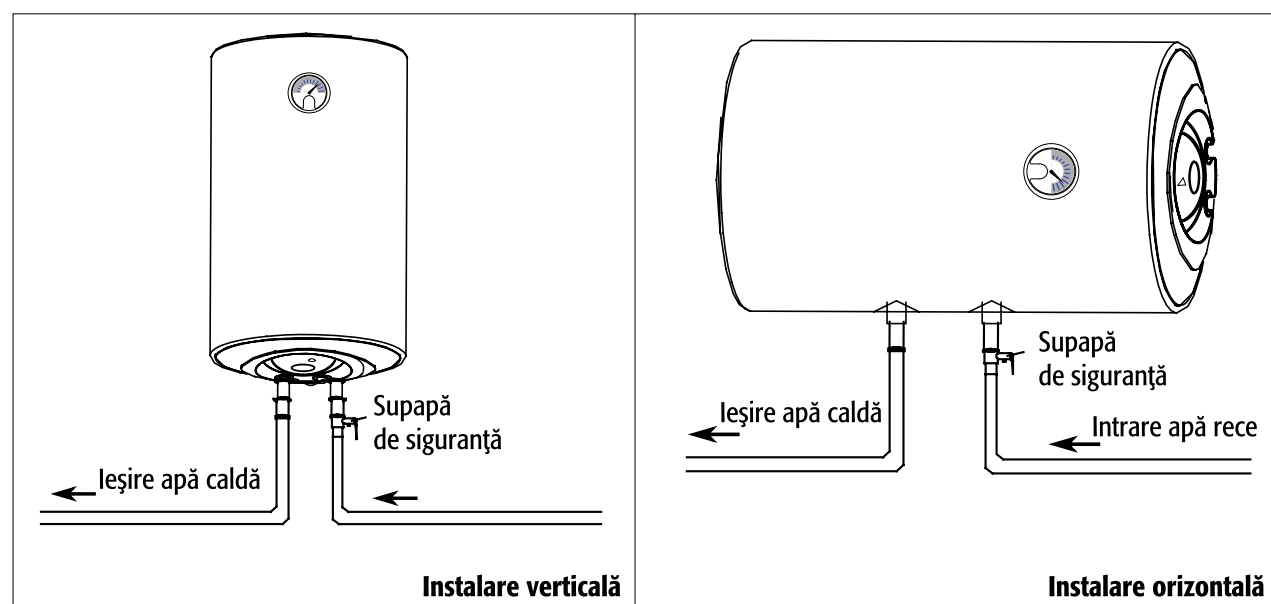

Figura 3
2. Dacă alimentarea cu apă se face prin mai multe puncte, racordați conductele de intrare și ieșire a apei în punctele corespunzătoare special prevăzute. (Figura 3)